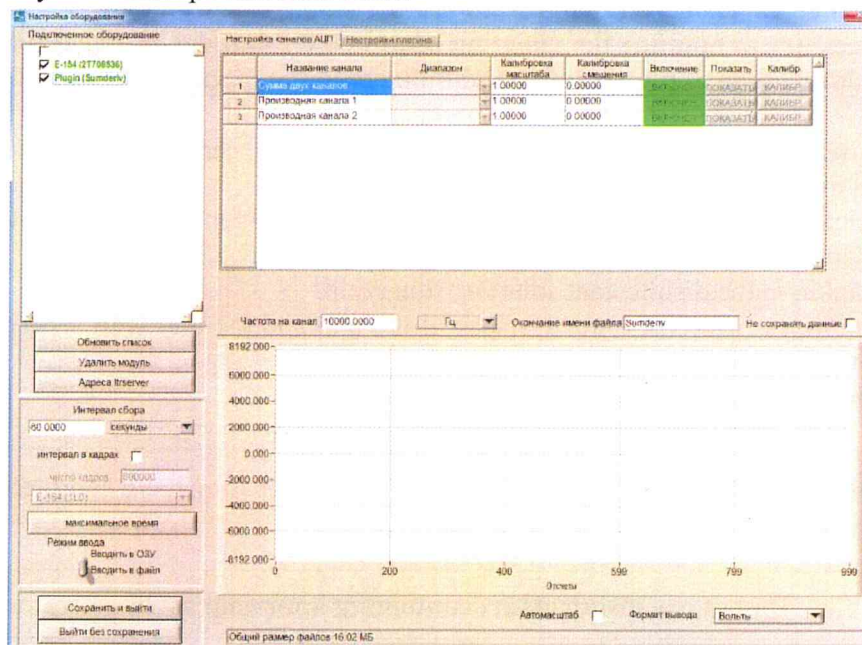

Рисунок 15. Пункт «Настройка оборудования»
- 6) В верхней панели найдите вкладку «Параметры АЦП» и выберите пункт «Настройка оборудования» (рисунок 15);